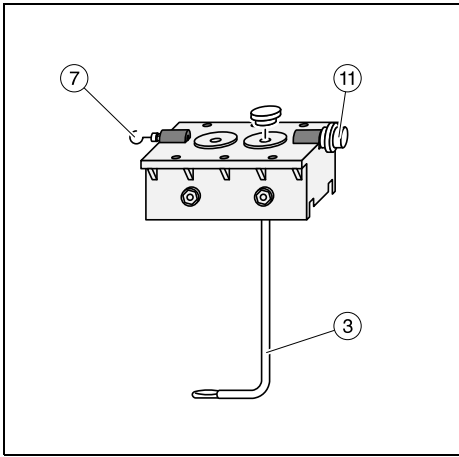

Fig. 2
Winkelhalter mit zugehöriger Rändelschraube in einer der Bohrungen ⑩ befestigen (Fig. 2).
Haken ⑦ und Gegengewicht ⑪ gemäß Fig. 2 am Meßwagen befestigen.
Mount the angle holder in one of the holes ⑩ with the appropriate knurled screw (Fig. 2).
Attach the hook ⑦ and counterweight ⑪ to the measurement trolley as shown in Fig. 2.